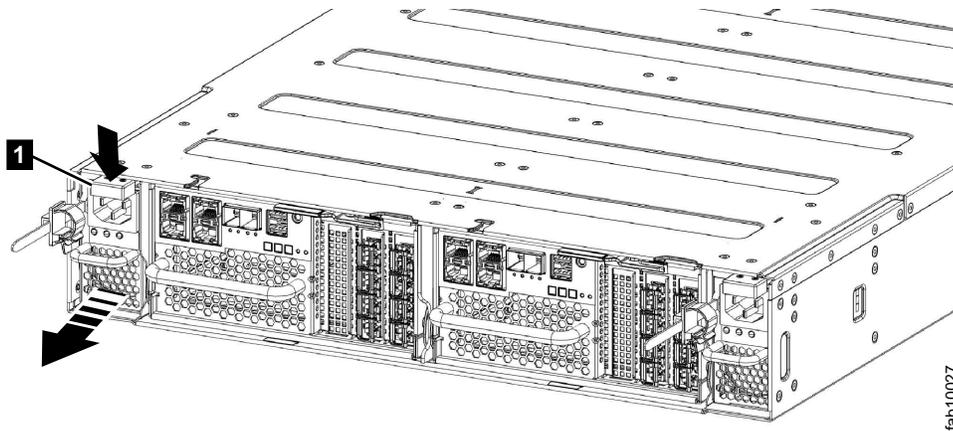

図 25. 電源機構装置の取り外し (エンクロージャの左側)
5. 180 ページの図 25 に示されているように、ハンドルを使用して電源機構をエンクロージャからしっかりと引き出します。